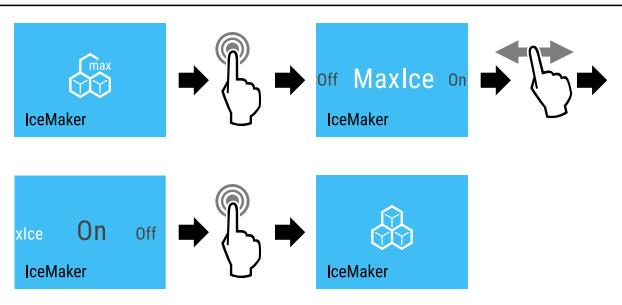

Fig. 19
- Изпълнете стъпките (виж Fig. 19).